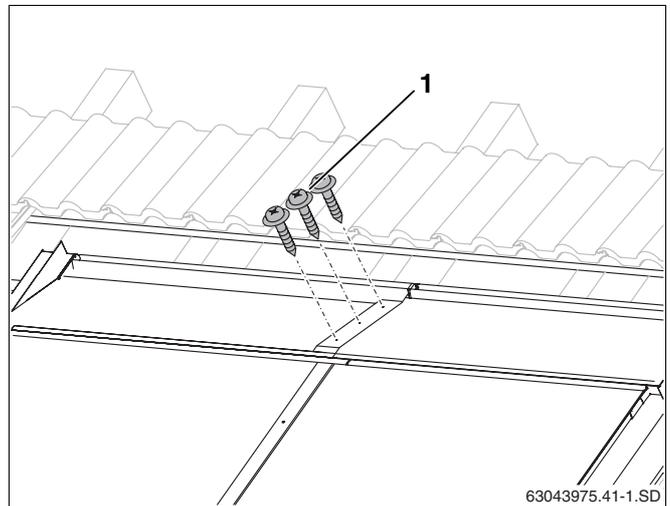

Fig. 58 Collegamento delle lamiere di copertura superiori con viti
- Fissare le parti sovrapposte delle lamiere, ogni volta con due viti da lattoniere (fig. 58, **pos. 1**) da 25 mm, comprese nella fornitura.